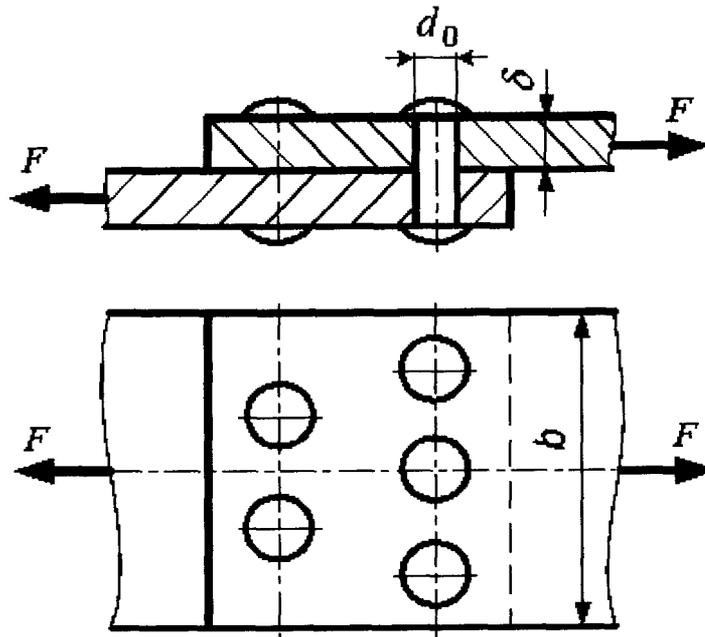

Рисунок 3 – Соединение заклепками
- проверить заклепки на срез (рис. 3);